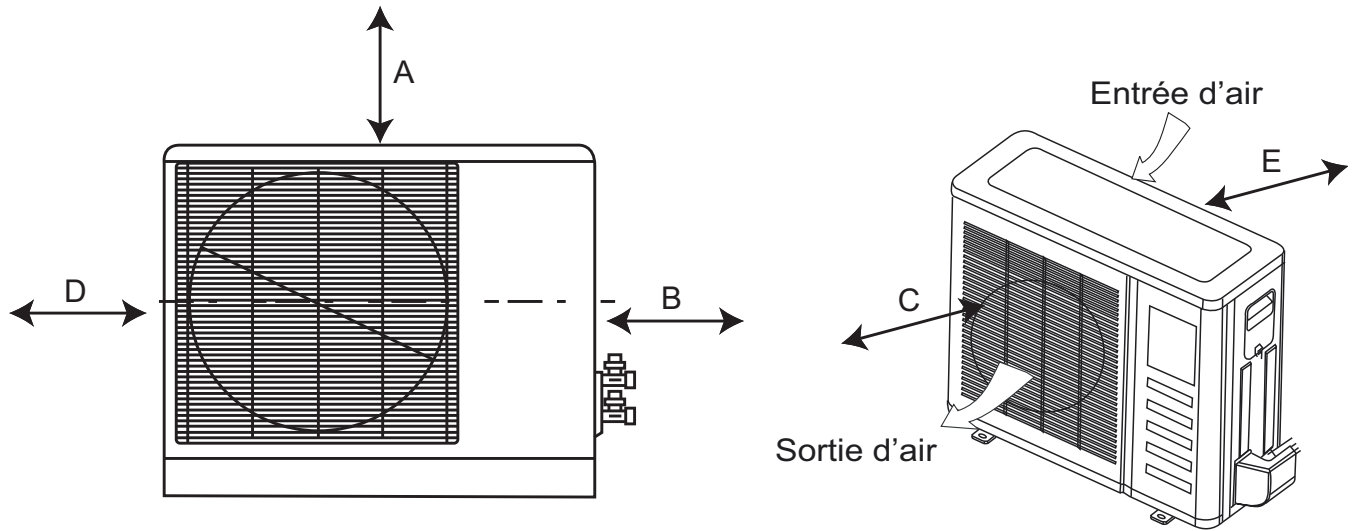

Fig. 3 – Dégagement de l'appareil extérieur
Laissez suffisamment d'espace pour permettre la circulation d'air et l'entretien de l'appareil. Voir fig. 3 pour connaître les distances minimales requises entre l'appareil et les murs ou les plafonds.
- Emplacement qui fournit les dégagements appropriés (voir fig. 3).